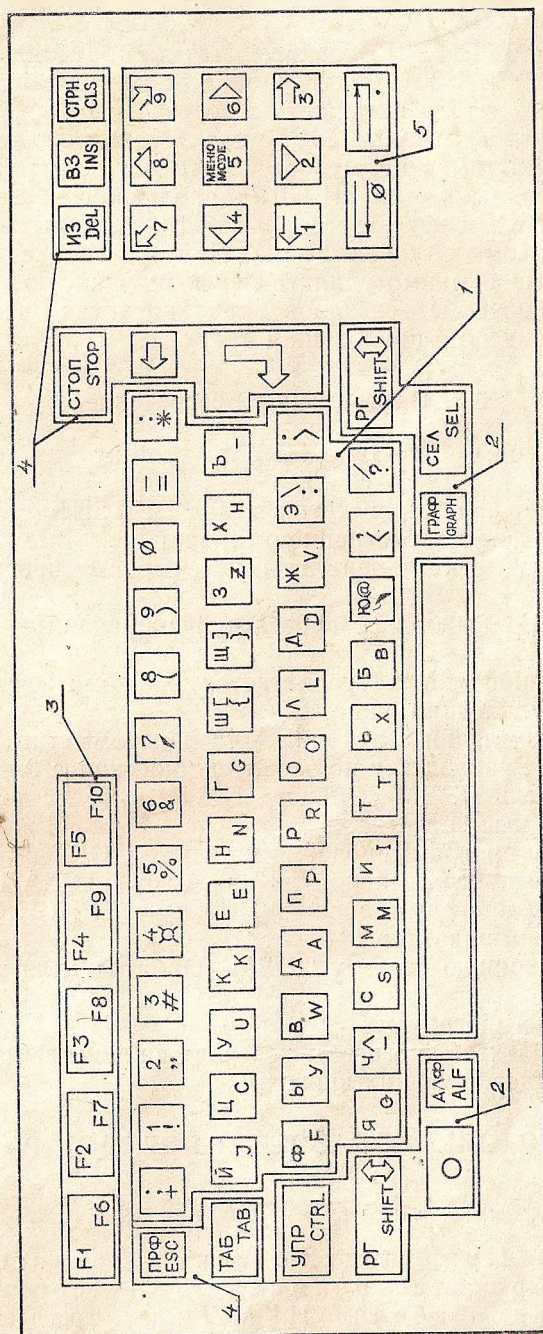

Рис. 3. Внешний вид клавишного поля:
На рис. 3 изображено клавишное поле, на котором условно показано расположение клавиш по группам (группы обведены тонкой сплошной линией). В приложении 2 указана расшифровка клавиш по назначению.
1) последовательно нажмите все клавиши цифроалфавитно-знаковой группы (см. рис. 3). Изображение на экране ВКУ должно соответствовать символам нижнего регистра, т. е. нижней маркировке клавиш (кроме цифр и клавиши «/?»);
14) нажмите клавишу «СЕЛ» и, не отпуская ее, последовательно нажмите на клавиши дополнительной группы (см. рис. 3). На экране должны появиться цифровые символы, указанные на этих клавишах. Клавиатура ПЭВМ считается исправной, если тестирование по всем пунктам прошло без замечаний. Проверку остальных клавиш клавиатуры проводят при запуске демонстрационного теста.